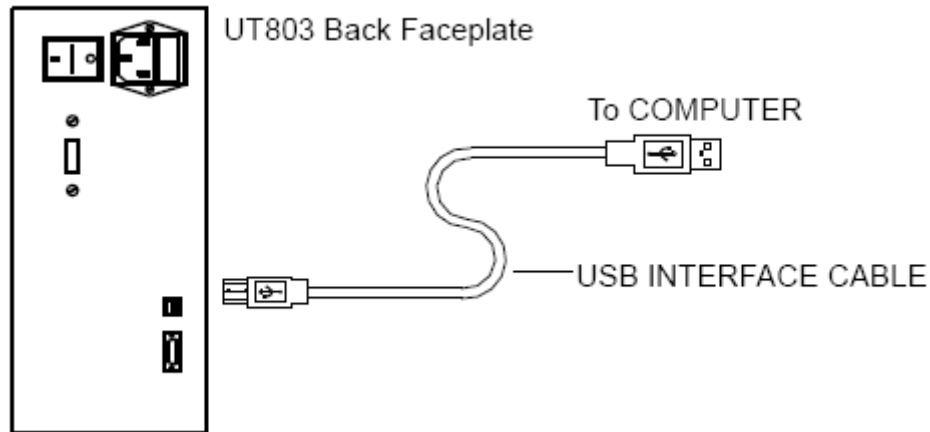

Fig. 15 Conectarea USB a multimetrului la calculator
A. Conectati multimetrul cu calculatorul prin portul USB asa cum se arata in fig. 15.